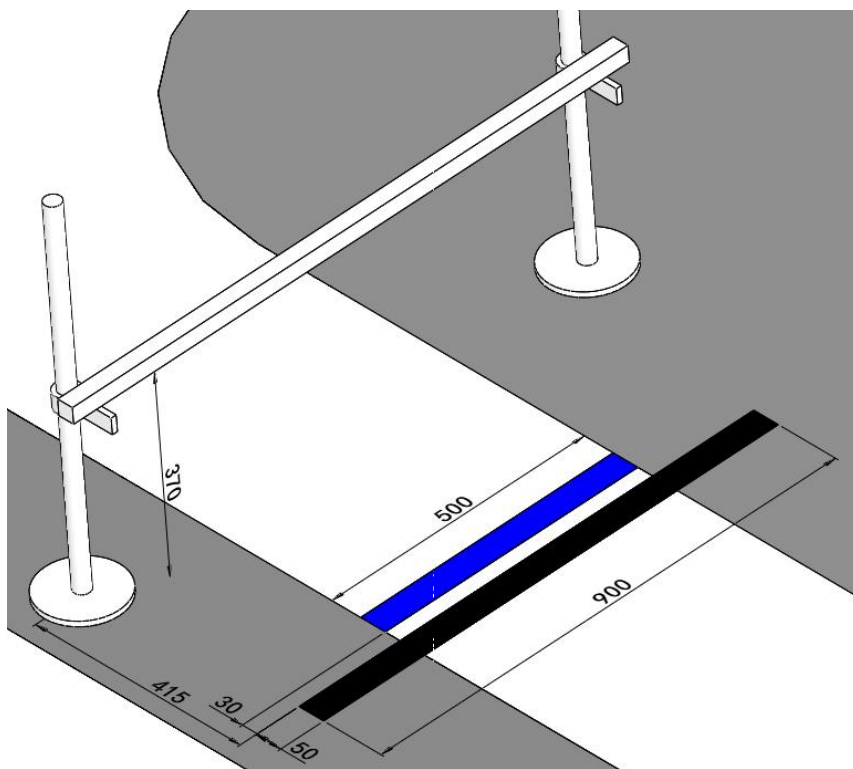

图 7 限高杆标识示意图（单位：mm）
1.限高杆：如图 7 所示，限高杆前 415mm 处有宽度 50mm 的黑带，距黑带边缘 30mm 处印有 $500 \times 50\text{mm}$ 的蓝色色带。